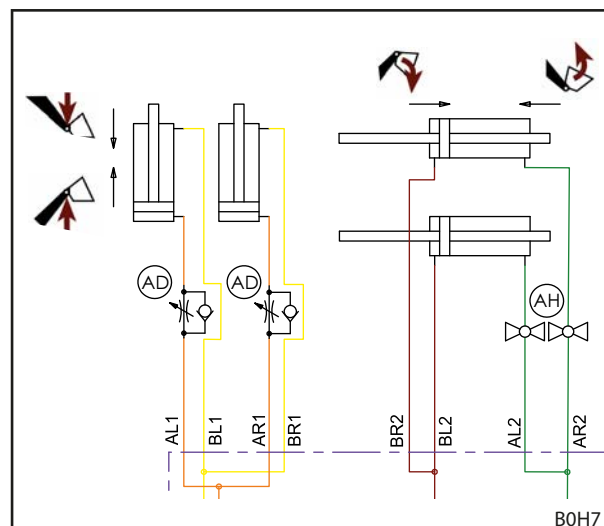

Fig. 136 Hydraulikkskjema senkedrossel
**i** Fig. 136 viser utsnitt av hydraulikkskjemaet for de valgfrie senkedrosslene og stengekranene på redskapssylindrene. Resten av hydraulikkskjemaet tilsvarer avhengig av frontlasteren representasjonene i 11.4.1 Hydraulikkskjema FS og 11.4.2 Hydraulikkskjema FZ og FZ-L.